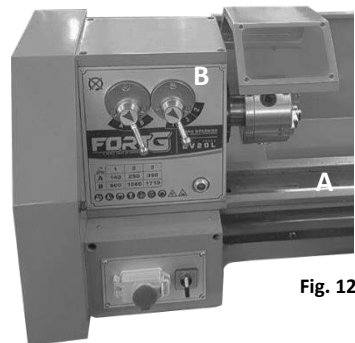

Fig. 12
1. **Base do torno** - A base do torno (A, Fig 12) é feita de ferro fundido com baixa vibração e alta rigidez. A base integra o cabeçote e unidade de acionamento ao se conectar à sela do torno e fuso, e ao guiar a sela do torno e o contraponto.
2. **Cabeçote** – O cabeçote (B, Fig. 12) acomoda o eixo mestre com o arranjo de rolamentos e a unidade de acionamento. O eixo mestre transmite o movimento principal durante o processo de torneamento pelas engrenagens. Ele também segura as peças pelos dispositivos de fixação. O eixo mestre é acionado pelo motor através de roldanas.